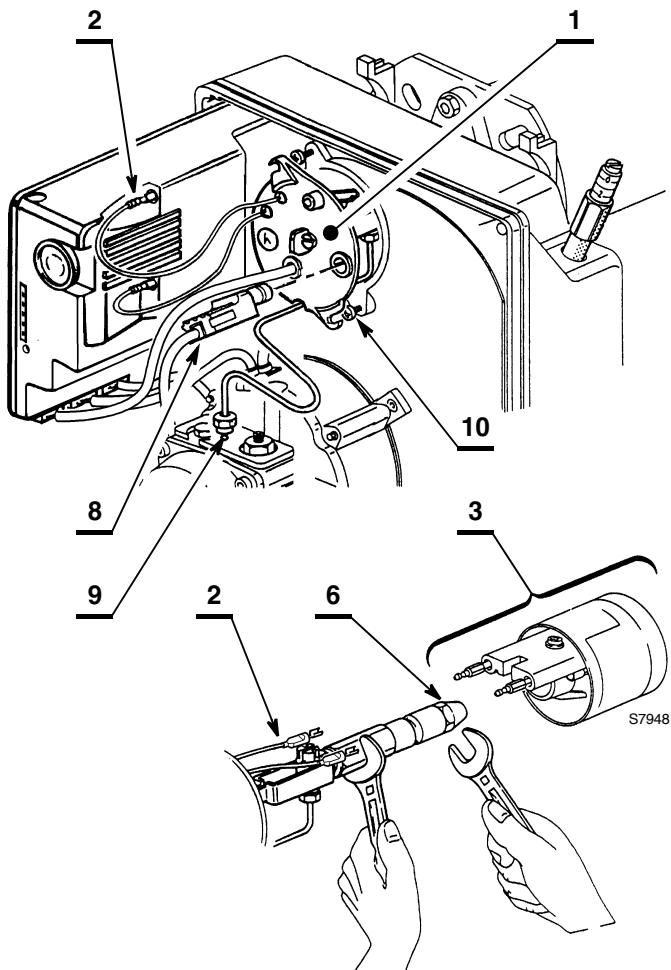
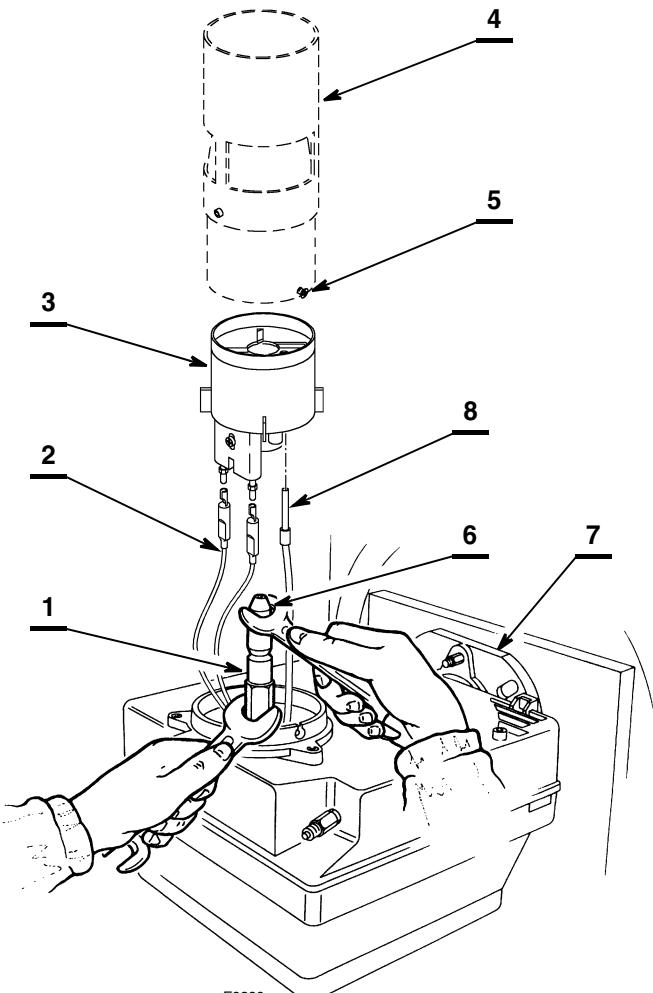

Fig. 21
Fig. 23
Se puede acceder a la boquilla, al disco estabilizador y a los electrodos de dos modos, ver Fig. 21 y Fig. 23:
- extraer los cables 2) (Fig. 21) de la caja de control y la foto-resistencia 8), y desenroscar la tuerca 9) de la bomba.
- Enganchar el quemador a la brida 7) (Fig. 23), aflojar los tornillos 5), luego extraer el conjunto tubo llama 4).
- Sustituir y enroscar correctamente la boquilla 6) sujetándola como se muestra en la Fig. 23.